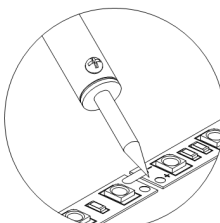

Рисунок 2.
- 5.4. Если необходимо соединить два отрезка ленты, следует совместить их и припаять перемычками соответствующие контактные площадки (необходимо соблюдать полярность «+» и «-» или цветовые маркировки площадок) (см. Рисунок 2). При этом запрещается перегревать саму ленту и светодиоды (пайка паяльником при температуре не более 260°C, время пайки не должно превышать 10 секунд).